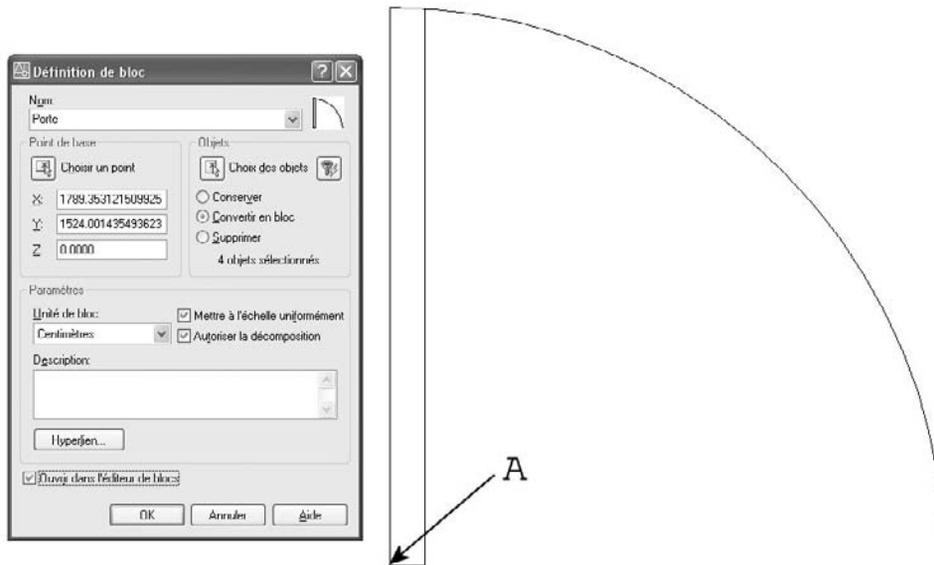

Fig.7.24
- 1 Réaliser le dessin de la porte avec une ouverture de 60cm (fig.7.24).